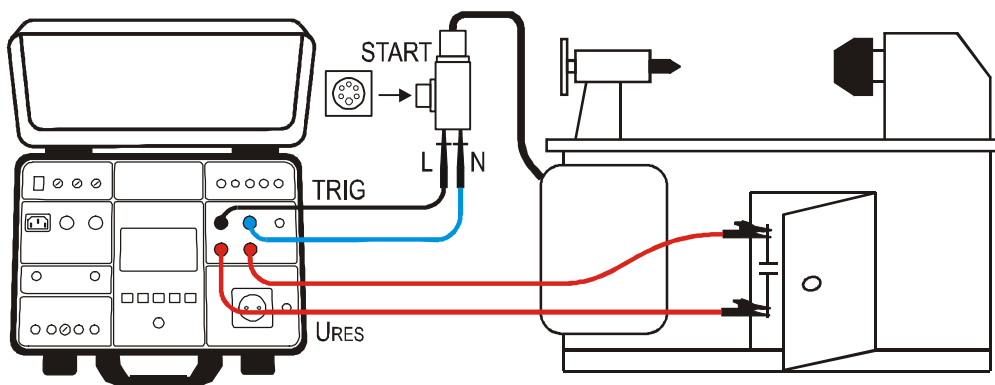
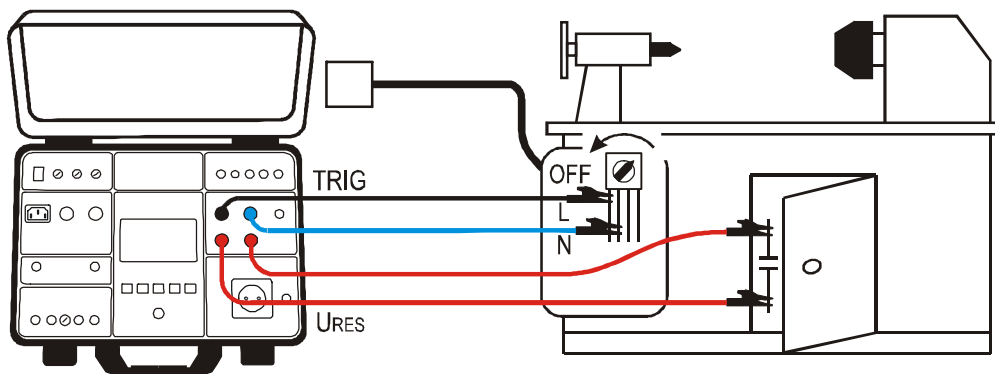

Abb. 33: Anschluss der Messleitungen für die URES INT Messung an verbundenen 1P/3P Maschinen
Abb. 34: Anschluss der Messleitungen für die URES INT Messung an fest-verbundenen Maschinen
- 7) Die Meldung FERTIG, UUT ABTRENNEN erscheint, wenn UTRIG Spannung im vorgeschriebenen Bereich $100 \div 460$ VAC vorhanden ist. Trennen Sie den UUT (Prüfling unter Test) ab und führen Sie die Messung durch. Beim Trennen des UUTs, so wie in der Abb. 33 gezeigt ist, trennen Sie diesen z.B. über einen-geeigneten Adapter (Doppelstecker) von der Netzversorgung. Bei der Trennung des UUTs vom Netz, so wie in der Abb. 34 gezeigt, schalten Sie den Netzschalter aus.